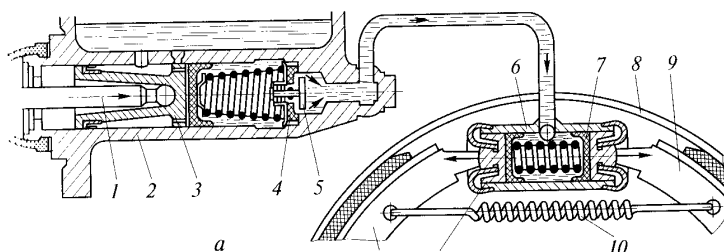

Рис.17.1 Схема тормозного механизма с гидравлическим приводом:
3. Работа тормозного механизма происходит следующим образом (рис.17.1)